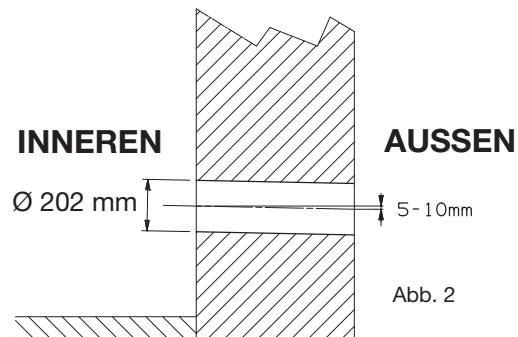

Abb. 2
- Bohren Sie die beiden Luftlöcher (**A**) wie auf der Bohrschablone angegeben; Bohren Sie das Loch (**B**) um das Kondenswasser Außen ablaufen zu lassen (Versichern Sie eine Neigung nach Draußen) - Abb. 2).